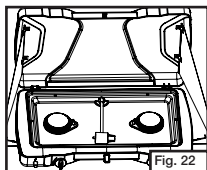

Fig. 22
- Para almacenar o transportar, puede colocar el regulador sobre la parte superior de la cocina como se ilustra en la Fig. 22.